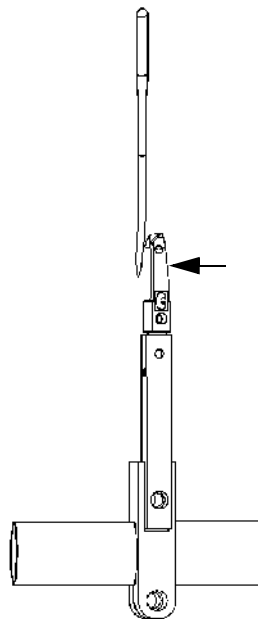

Figura 9.17 Ajuste de Pré-Carga
- 2 Usando sua mão, empurre a lançadeira ligeiramente para a agulha, criando uma ligeira pressão sobre a agulha. (Figura 9.17)